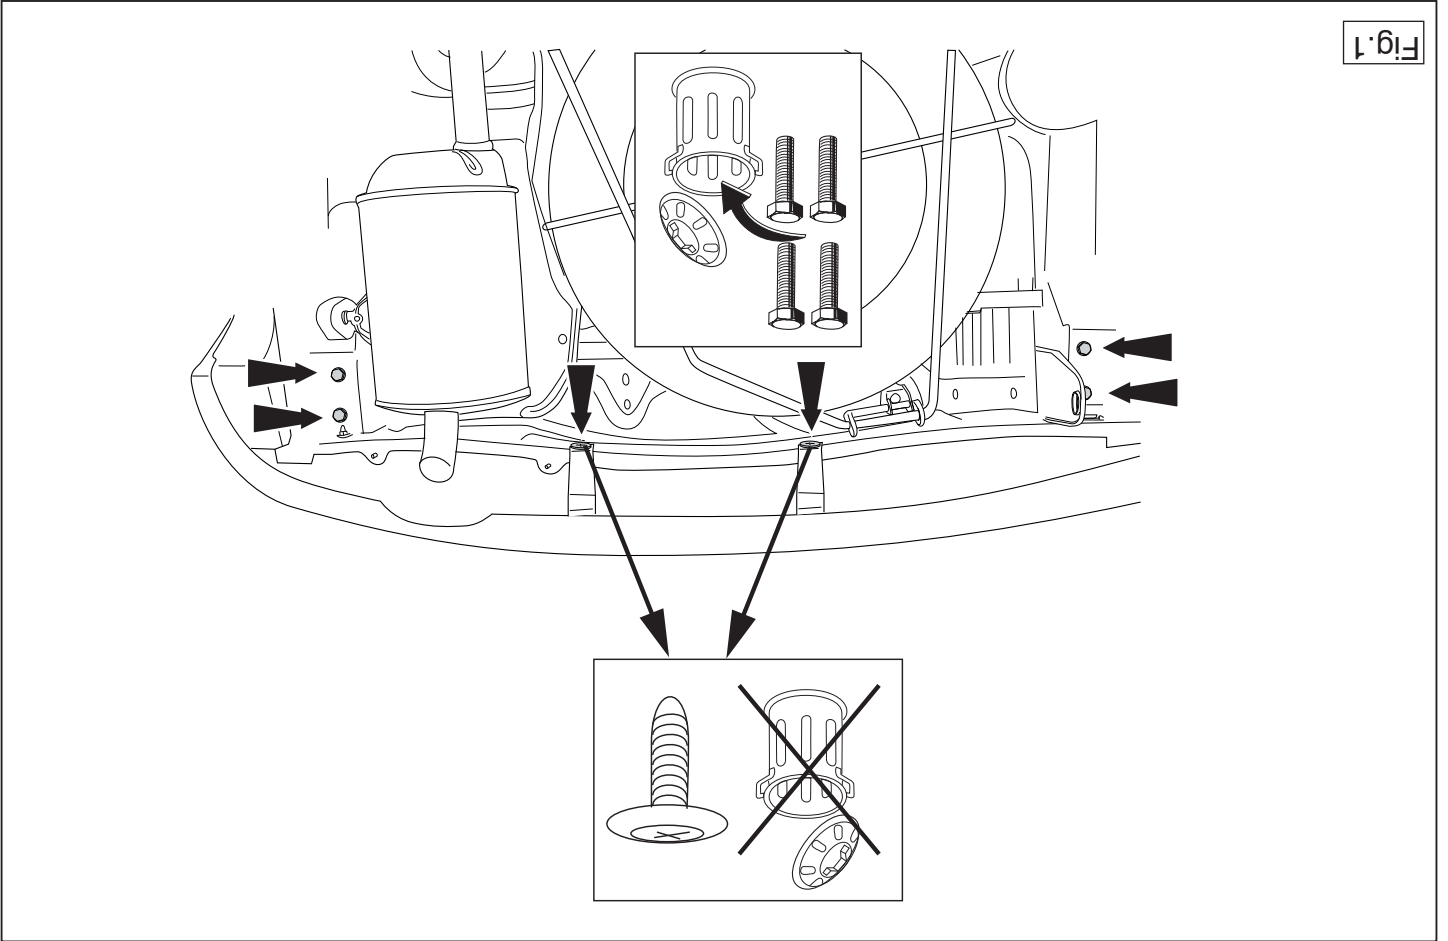

Fig.1
1. Remove the parts indicated in figure 1.
1. Die in Abbildung 1 angegebenen Teile abmontieren.
1. Снять детали, указанные в рис. 1.
1. Démonter les pièces indiquées sur la figure 1.